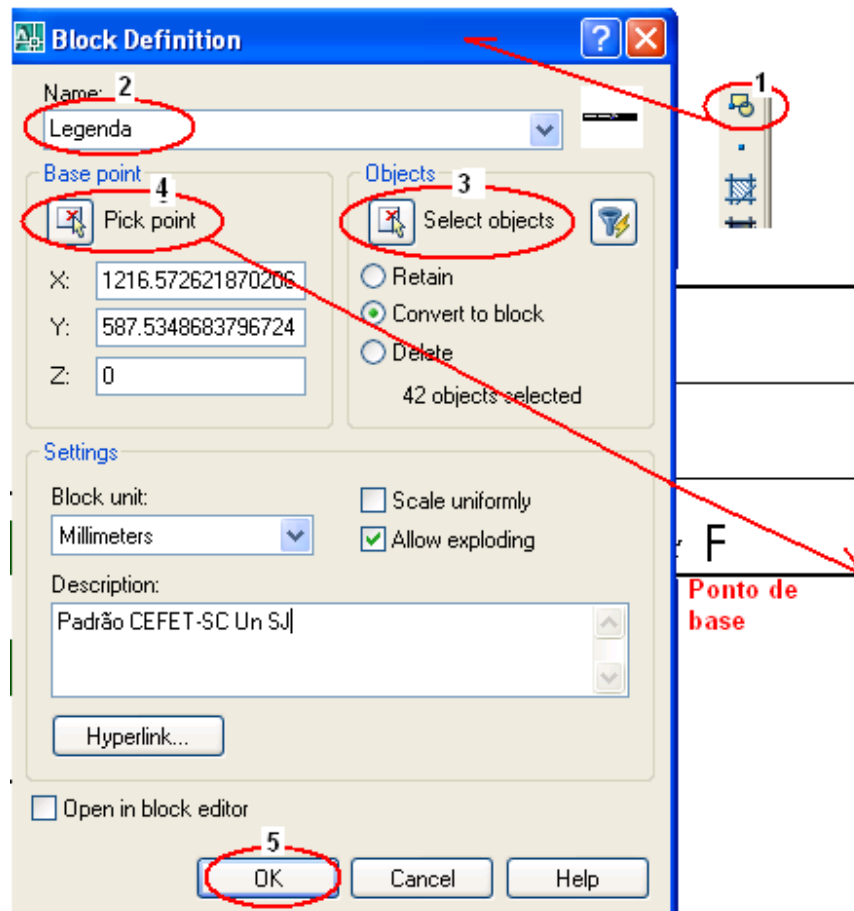

Figura 11.13: Definição do bloco.
1. Na barra de ferramenta *Draw* (1) clique em *Make Block* (fazer bloco). Abre-se a janela *Block Definition* (Definição de Bloco).
2. Na janela Definição de Bloco mostrada na figura 11.13. Em *Name* (2) digite o nome do bloco (símbolo Primeiro Diedro). Clique em *Select Objects* (3) e em seguida selecione o desenho e de